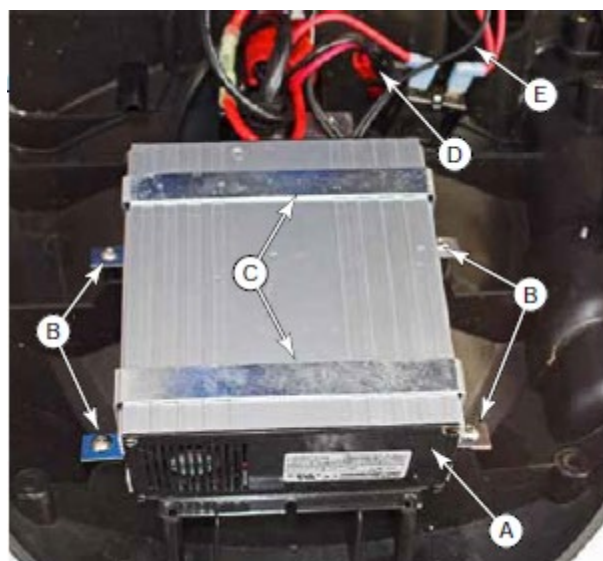

Figur 4
Denne maskinen bruker to (2) batterier 12V. Batteriet kobles som vist i figur 4 til høyre.